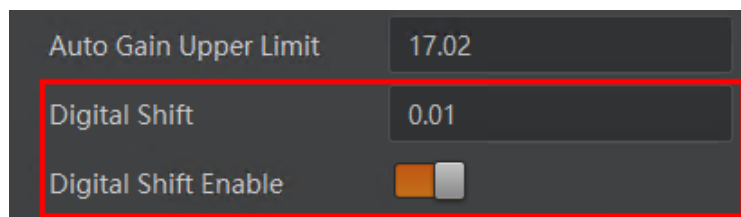

图7-28 数字增益设置
2. 在 *Digital Shift* 参数中输入需要设置的数字，如图 7-28 所示。